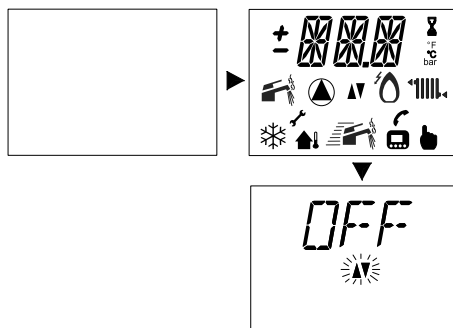

Fig. 2.2
- Alimentate elettricamente la caldaia azionando l'interruttore bipolare previsto nella installazione Il display LCD visualizza la sequenza di Fig. 2.2 .